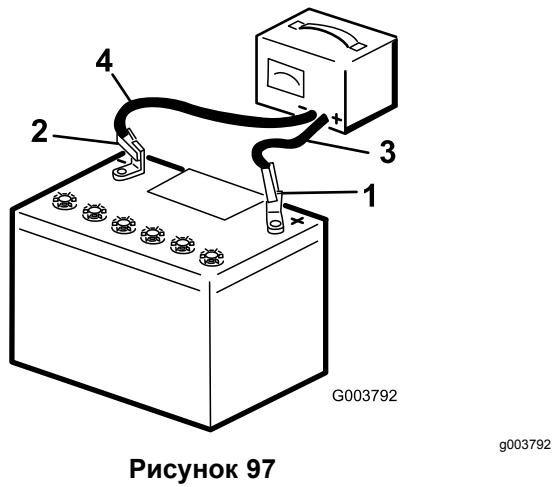

Рисунок 97
5. Подсоедините положительный провод зарядного устройства к положительному штырю аккумулятора (Рисунок 97).
6. Подсоедините отрицательный провод зарядного устройства к отрицательному штырю аккумуляторной батареи (Рисунок 97).
8. После полной зарядки аккумулятора отсоедините зарядное устройство от источника электропитания и штырей аккумулятора (Рисунок 97).